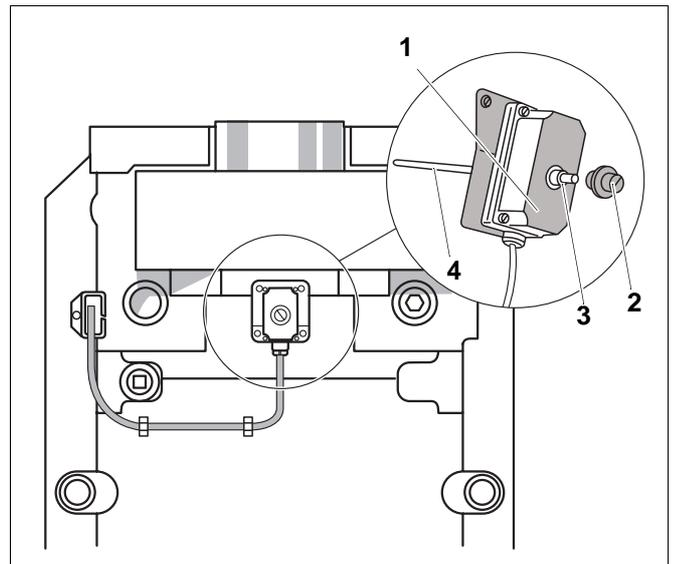

Abb. 33 Abgasüberwachung AW 10 überprüfen
- Abgasüberwachung (Abb. 33, **Pos. 1**) von der Strömungssicherung abschrauben.
- Abgastemperaturfühler (Abb. 33, **Pos. 4**) bei laufendem Brenner in den Kern des Abgasstromes halten.
- Abgasüberwachung (Abb. 33, **Pos. 1**) wieder montieren.
- Nach ca. 2 Minuten Schutzkappe (Abb. 33, **Pos. 3**) entfernen und Entriegelungsstift (Abb. 33, **Pos. 2**) fest eindrücken.